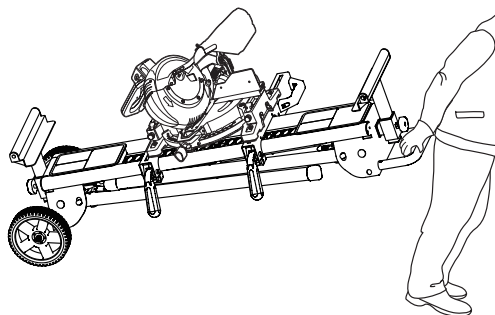

Fig. 9 – Transporte y movimiento
7. Para mover la bancada, utilice el asa para levantar e inclinar sobre las ruedas (Fig. 9).